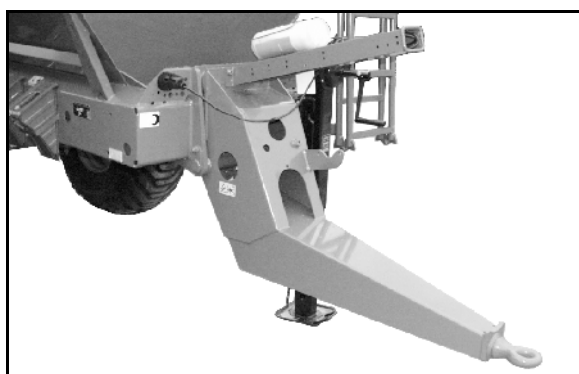

Рис. 24
- изогнутым дышлом "Hitch" (Рис. 24),